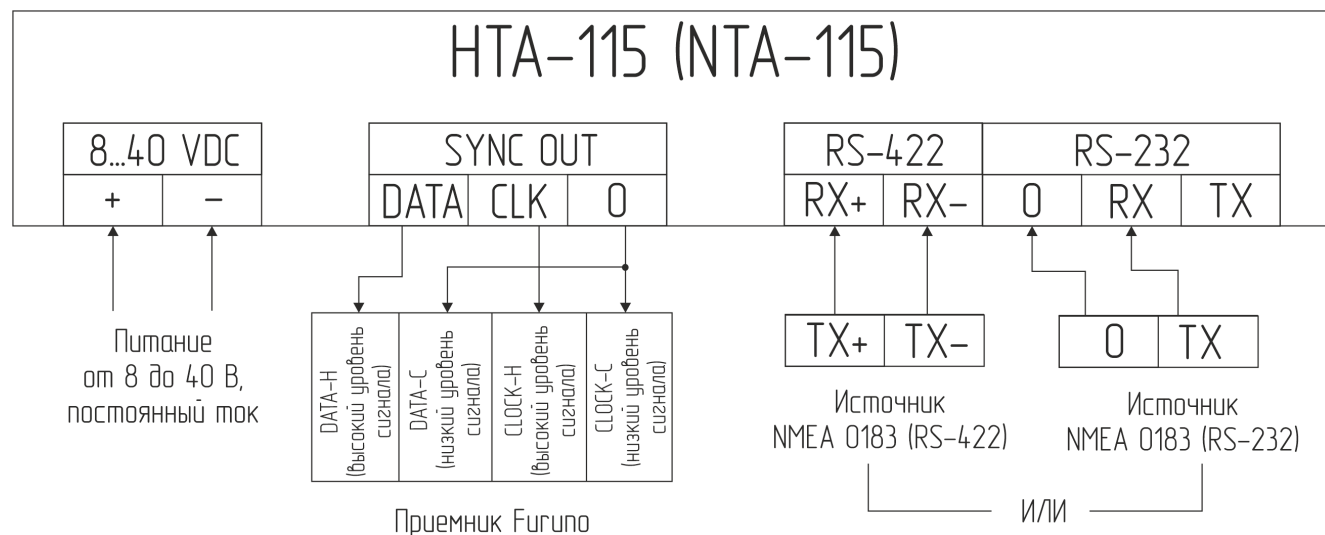

Рисунок 2 – Схема подключения изделия
1.3.2 Питание изделия осуществляется от сети постоянного тока в диапазоне от 8 до 40 В. Для обеспечения постоянной работы изделия, рекомендуется подключать изделие к резервной сети питания, см. рисунок 2.